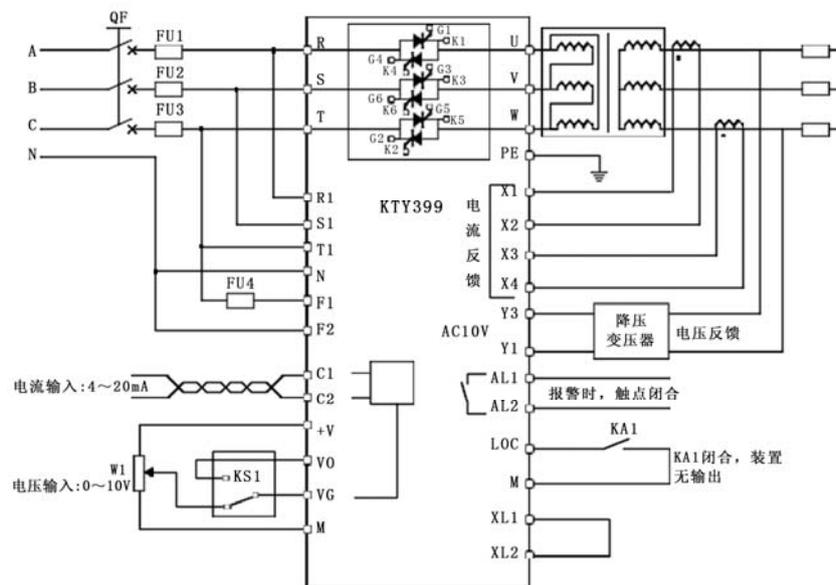

图4-4-3 KTY399应用于低电压、大电流负载的电流闭环控制
- 图4-4-3中电流反馈取自变压器的二次侧，此方法可精确恒定负载电流。由于标准配置的恒流型调压器在出厂时电流反馈信号取自调压器输出端（相当于图中变压器一次侧），如要按图4-4-3的方式接线，可在订货时提出或在使用时向我们联系。